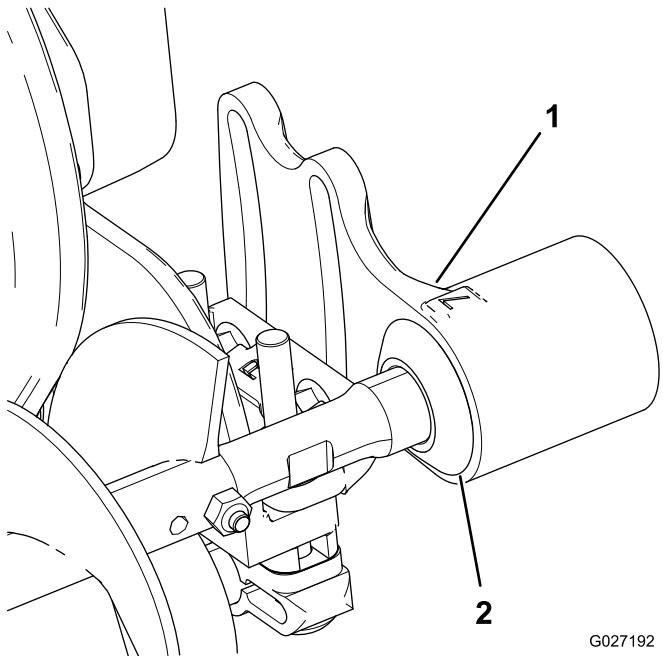

图7
1. 向外滑动防尘圈直到唇形密封圈与每个轴承座轻轻接触 图7。